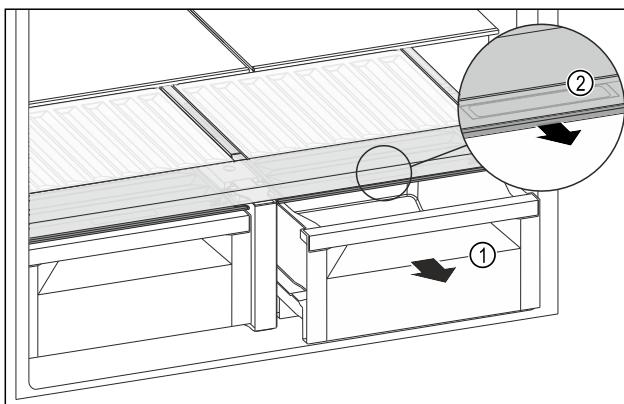

Fig. 127
- 拉出抽屉 Fig. 127 (1)。
- 抓住抽屉盖上的内嵌式拉手 Fig. 127 (2)，并同时向前拉出抽屉盖。